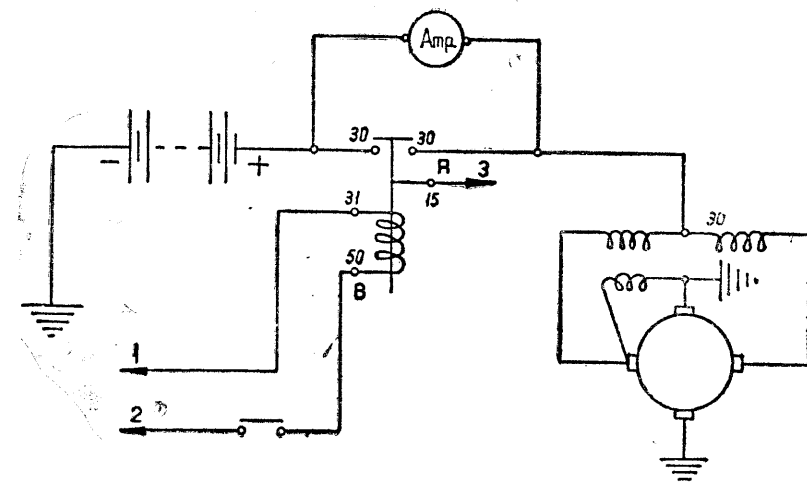

Abb. 133. Überprüfung des Anlassers im Leerlauf.
12.4.1.2. Prüfung im Leerlauf (Abb. 133).
Prüfung auf dem Motor : in diesem Falle muss der Motor sich mit kleiner Geschwindigkeit drehen, um zu vermeiden dass der Anlasser sich mit dem Zahnkranz des Schwungrades kuppelt. Während des langsamen Drehens des Motors werden die Verbindungen aus (Abb.133) hergestellt.